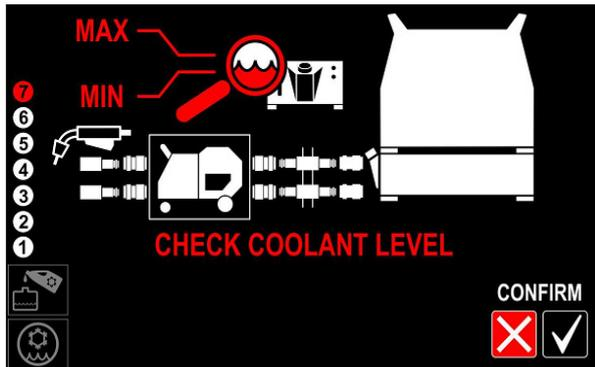

Figura 20
- Controllare il livello di liquido refrigerante e rabboccare se necessario per raggiungere un livello compreso tra il minimo e il massimo indicato sull'etichetta anteriore del gruppo **COOL ARC®60** (Figura 20 o 28).